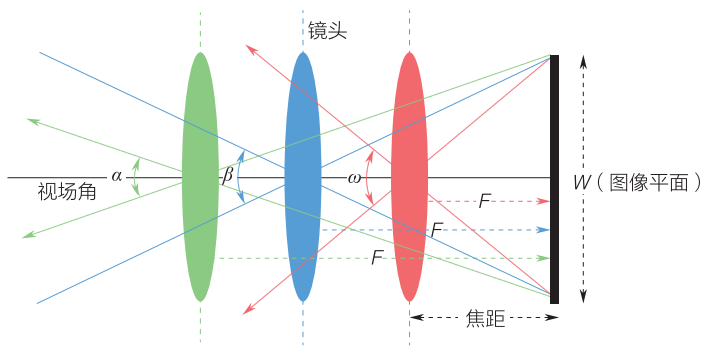

图 2-1-13 视场角与焦距的关系
(2) 视场角 (FOV) 视场角是镜头能看到的视野范围。焦距越小，视场角就越大，如图 2-1-13 所示。FOV 小的镜头，一般用来观察远处。例如，前视测距通常使用 FOV 30°/60° 的镜头，FOV 大的镜头可用来观察近处，两者形成有效互补。